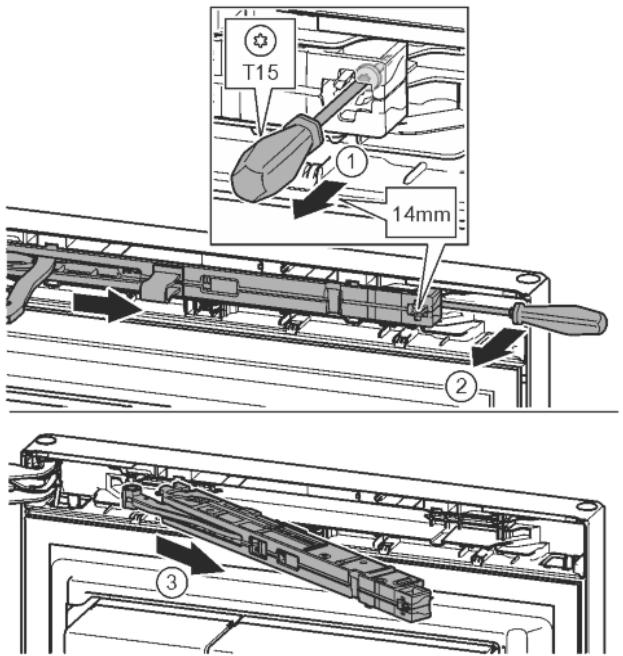

Fig. 9
- Odvijačem T15 otpustite vijak na jedinici prigušivača zatvaranja oko 14 mm. Fig. 9 (1)
- Umetnute odvijač na strani prianjanja iza jedinice prigušivača zatvaranja i okrenite prema naprijed. Fig. 9 (2)
- Izvucite jedinicu prigušivača zatvaranja. Fig. 9 (3)